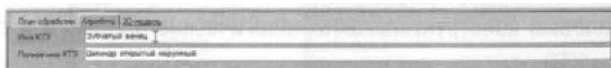

Рисунок 66
2. Установите курсор на появившемся в дереве КТЭ элементе *Цилиндр* и перейдите на вкладку **Атрибуты**. Замените имя КТЭ на «*Зубчатый венец*» (рис. 66). Полное имя КТЭ не изменяйте.